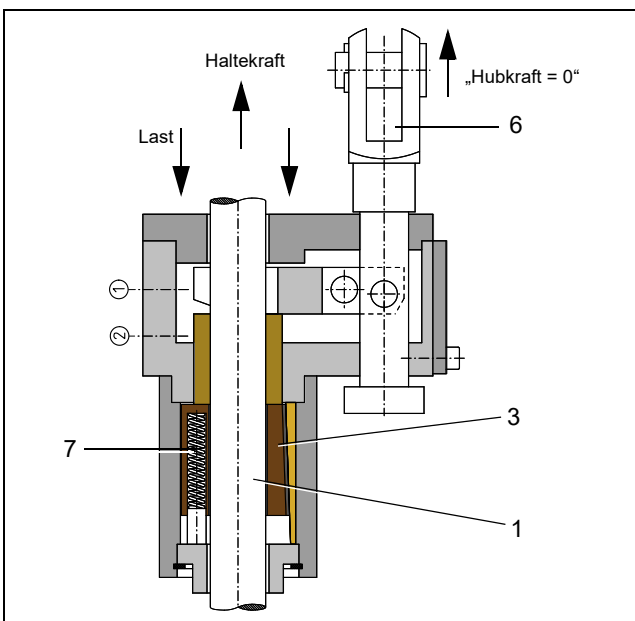
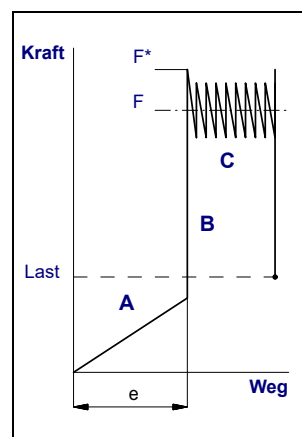

Abb. 3: Absturzsicherung KRM, Zustand „Last gesichert“
Abb. 4: Kraft-Weg-Diagramm, schematisch
Dann legen sich die Fangbacken (3), Abb. 3 unter der Wirkung der Federn (7), Abb. 3 an die Stange (1), Abb. 3 an und halten die Last.
Die volle Klemmkraft wird dadurch aufgebaut, dass sich die Absturzsicherung KRM zusammen mit der Last entlang der Stange nach unten bewegt. Damit werden zunächst die Fangbacken (3), Abb. 3 durch die selbstverstärkende Haftreibung an der Stange um den Einzugsweg  $e$  (ca. 5 bis 15 mm je nach Baugröße) in die Klemmstellung auf den Anschlag gezogen, vgl. Phase **A** des Kraft-Weg-Diagrammes, Abb. 4.